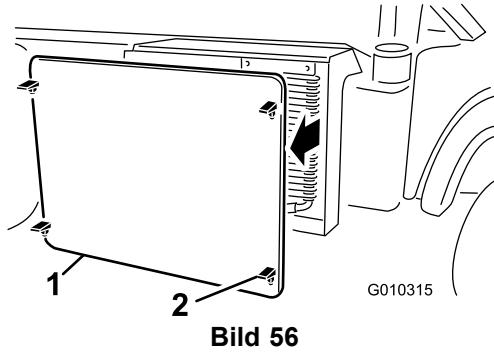

Bild 56
2. Lösen und entfernen Sie das Kühlergitter vorne am Kühler (Bild 56).